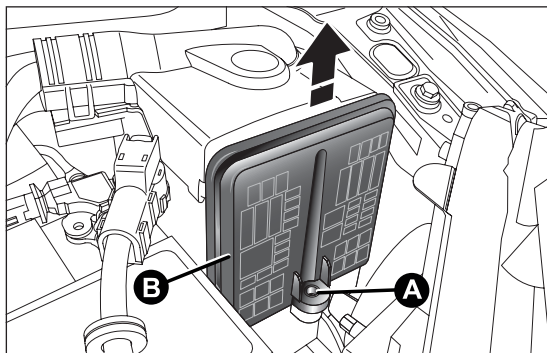
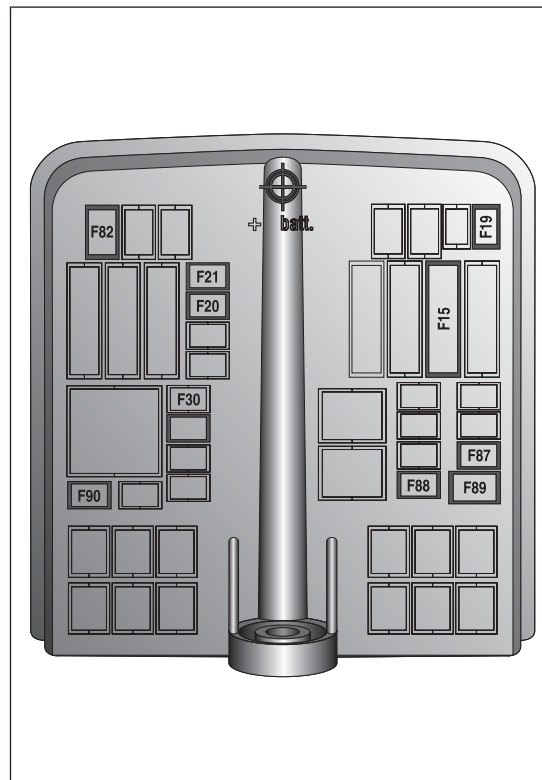

fig. 140
fig. 141
- ❑ aflojar el tornillo A fig. 140, levantar la tapa B fig. 140. La numeración que identifica el componente eléctrico correspondiente a cada fusible puede verse en la parte posterior de la tapa fig. 141. Tras haber sustituido un fusible comprobar que la tapa B de la centralita de fusibles esté bien cerrada.